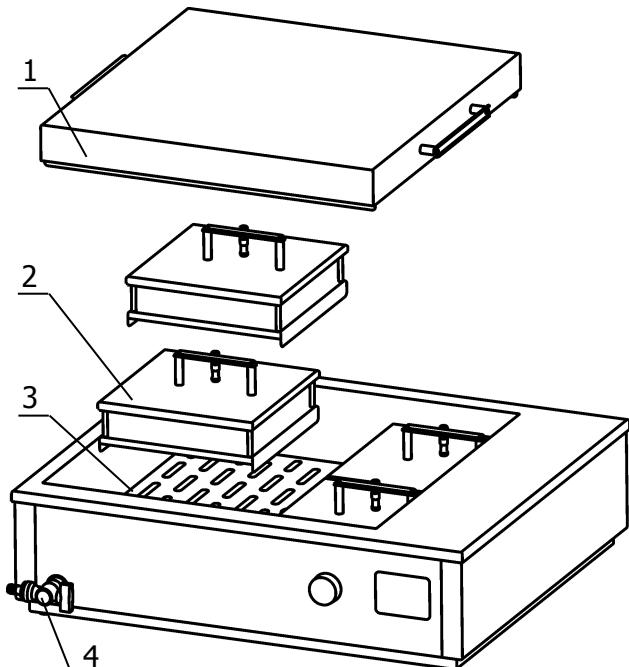

Рисунок 3 — Подготовка к использованию
2.2.2 Установить дно 3 в ванну (рисунок 3).